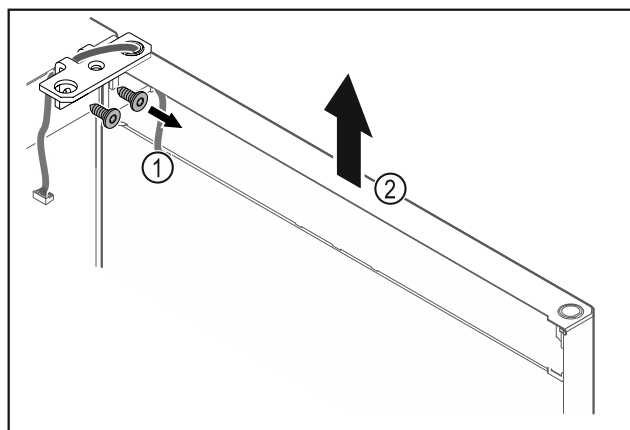

Fig. 28
- Kruvige šarniirnergik Fig. 28 (1) maha.
- Tõstke ust koos šarniirnergikuga Fig. 28 (2) umbes 200 mm otse ülespoole ja võtke maha.